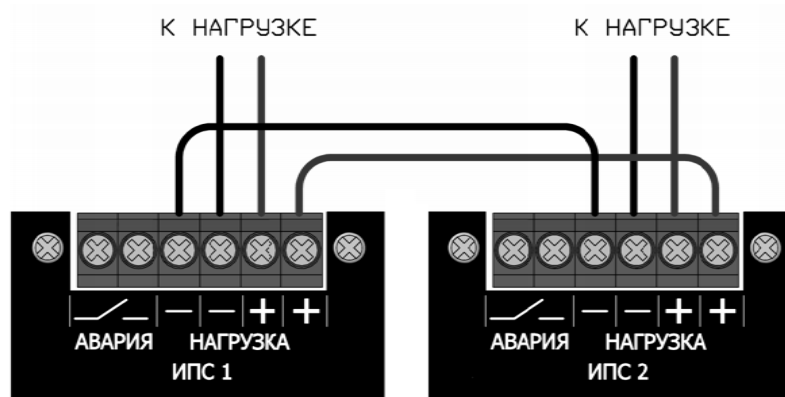

Рисунок 4. Параллельное включение ИПС.
**6.4** Серийные ИПС допускают включение на параллельную работу (см. рис.4). При этом будет обеспечиваться селективная дистанционная сигнализация, так как реле сигнализации включены до разделительных выходных ключей ИПС.